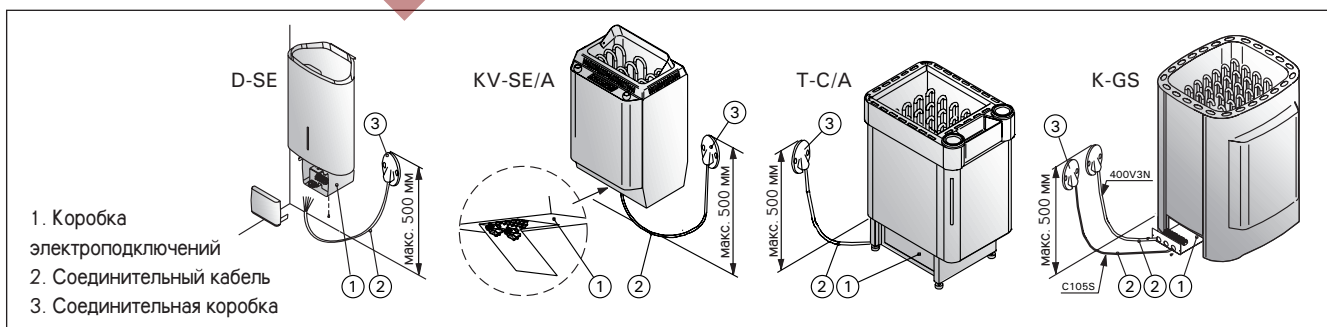

Рисунок 8. Установка каменки
- Каменка гибким проводом подсоединяется к соединительной коробке (рис. 8: 3) на стене сауны. Соединительная коробка должна быть брызгозащищенной и находиться на расстоянии не
- В качестве кабеля (рис. 8: 2) следует использовать резиновый кабель типа H07RN-F или подобный. **ВНИМАНИЕ! Использование кабеля с ПВХ-изоляцией запрещено вследствие его разрушения под воздействием тепла.**